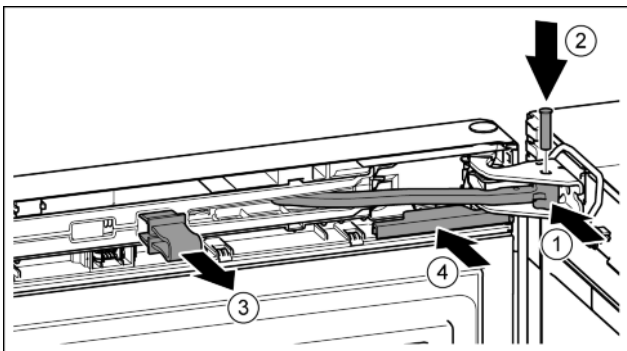

Fig. 40
- ▶ Scharnier in lagerbus draaien. Fig. 40 (1)
- ▶ Bout in de lagerbus en het scharnier aanbrengen. Opletten dat hierbij de vergrendelnok correct in de groef zit. Fig. 40 (2)
- ▶ Borging verwijderen. Fig. 40 (3)
- ▶ Afdekking erop schuiven. Fig. 40 (4)